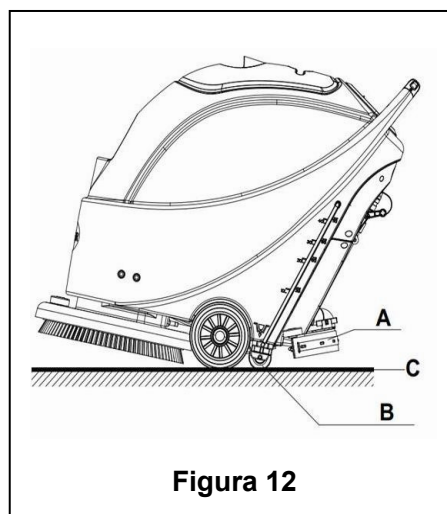

Figura 12
8. Liberte o interruptor de segurança (1) para desligar o suporte de escova/almofada e a válvula solenóide.
9. Pressione o interruptor de bomba de vácuo (42) para a posição “O”, e a bomba do vácuo irá atrasar por 5 segundos antes de parar de funcionar.
10. Pressione o interruptor de controlo de volume de fluxo de água (44) para a posição “O” para desligar completamente o funcionamento da válvula solenóide.
11. Pressione o interruptor de energia (41) para a posição “O”.
12. Utilize o puxador de elevação do squeegee (14) para elevar o squeegee.
13. Agarre o guião (2) e incline gentilmente a máquina para trás até a roda guia (B) tocar no chão. Veja a **Figura 12**.